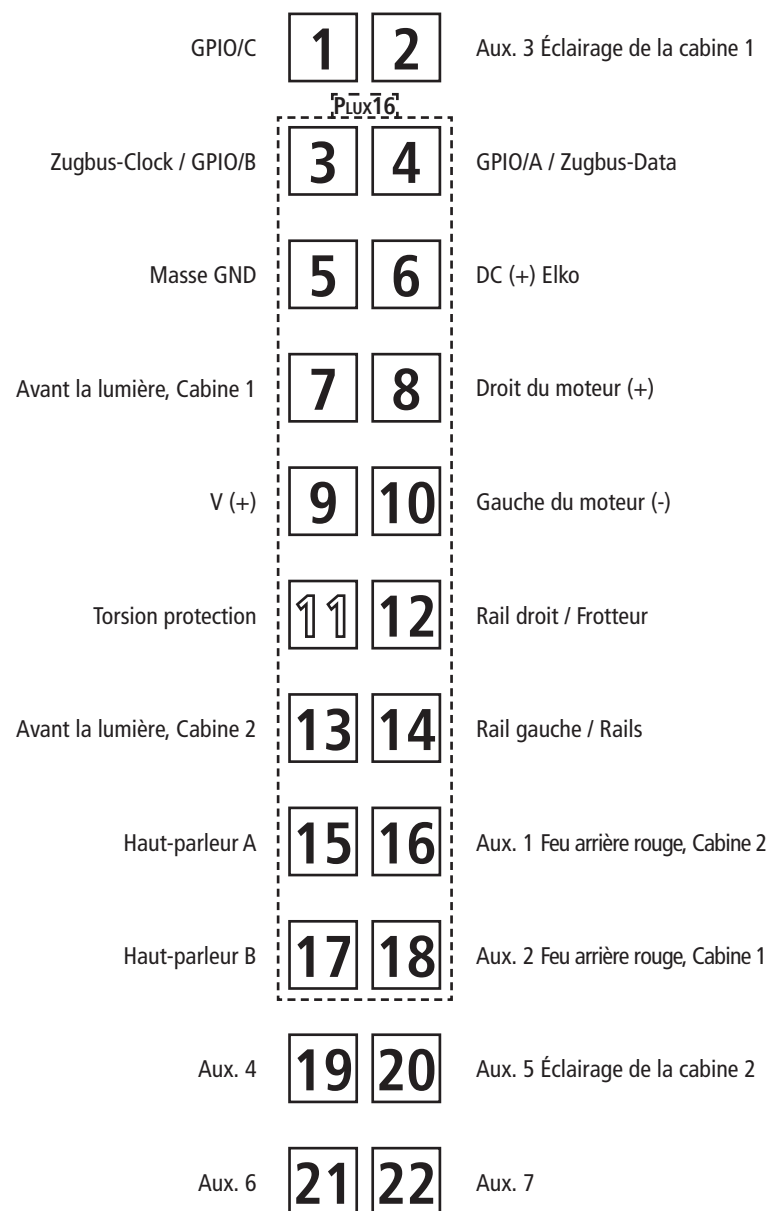
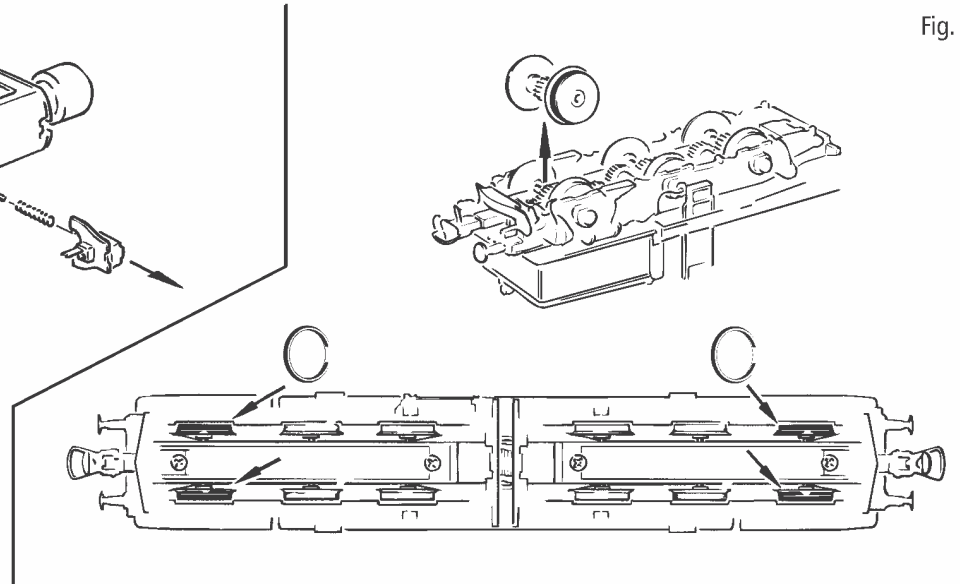
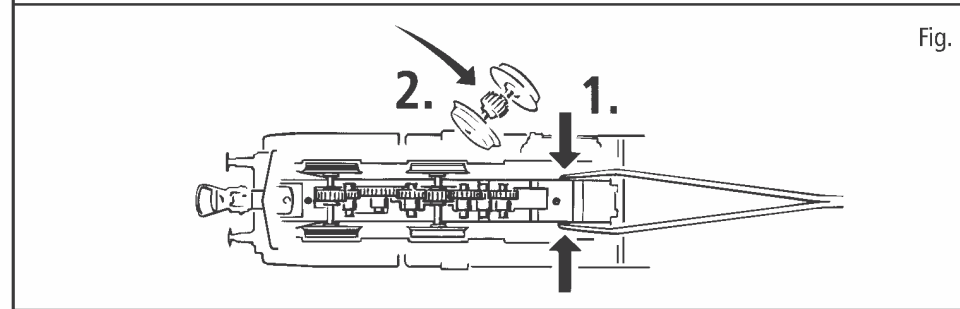
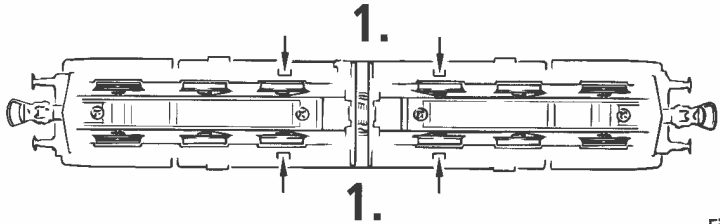

Fig. 6
Fig. 7
Fig. 11
Fig. 3c
Mehrzugbetrieb: Zuerst Lokgehäuse abnehmen (Fig. 3c). Danach den Brückenstecker aus der Schnittstelle entfernen (diesen sorgsam aufbewahren). Danach den Stecker des Steuerbausteins lagerichtig einsetzen (siehe Fig. 4).
Ausführung für Wechselstrom: siehe Fig. 11
2. Schmierung: Versehen Sie die im Schmierplan in Fig. 7 gekennzeichneten Stellen mit nur **kleinen Öltropfen**. Dazu zuerst das Lokgehäuse abnehmen (Fig. 3c). Wir empfehlen den ROCO **Öler Art.-Nr. 10906**. Fürs Schmieren der Getriebeteile (Zahnräder, Schnecke) empfehlen wir das **ROCO-Spezialfett Art.-Nr. 10905**. Im Falle der Schmierung diese Teile **nicht ölen**.
4. Kohlebürstenwechsel: Lokgehäuse abnehmen (Fig. 3c). Danach wird der Motor ausgebaut und die Kohlebürsten ausgewechselt (Fig. 6).
A.C. operation: see fig. 11
2. Lubrication: Apply **tiny oil drops** to spots marked in fig. 7. Prior to lubrication dismantle locomotive (fig. 3c). We recommend using item no. **10906, Roco oiler**. For lubrication the gearparts (e.g. cogwheels, worm) we would recommend our Roco **special grease** (item no. **10905**).
4. Carbon Brush Changing: First remove loco body (fig. 3c), and then the motor (fig. 6).
1. Nettoyage des lames de courant aux roues: Les lames de contacts risquent de s'encrasser rapidement sur des voies poussiéreuses. Veuillez **enlever la poussière** aux endroits marqués à la fig. 6 à l'aide d'un petit pinceau souple.
2. Graissage: N'appliquez **qu'une toute petite goutte** aux endroits indiqués par le plan de graissage (fig. 7) après avoir démonté la caisse de la locomotive (fig. 3c). Nous vous recommandons **le graisseur à huile Roco réf. 10906**. Pour graisser les engrenages (roues dentées, vis sans fin) nous vous conseillons la **graisse spéciale Roco réf. 10905** pour engrenages en matières synthétiques. Lorsque vous utilisez cette graisse il faut éviter d'huiler ces composants.
voir fig. 11
4. Remplacement des balais du moteur: Démontez la caisse (voir fig. 3c). Démontez ensuite le moteur et échangez le balais (fig. 11).